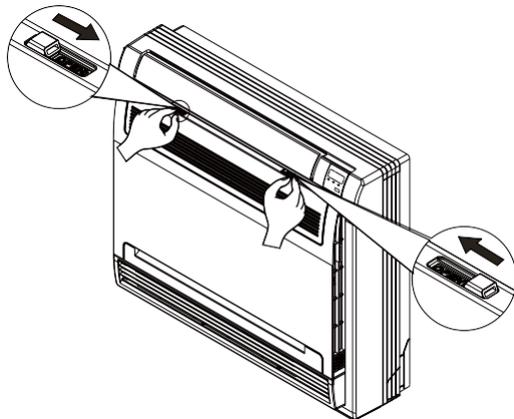

Abb. 50-6
- Schieben Sie beide Verschlüsse von links und rechts nach innen, bis sie klicken. Siehe Abb. 50-6.